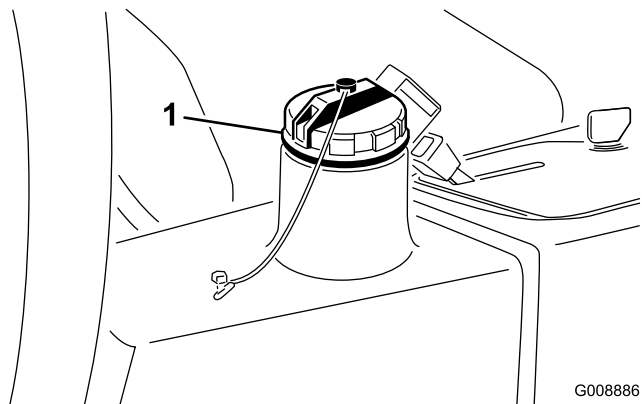

Figura 63
3. Riempite il serbatoio (Figura 63) con 22,7 litri circa di fluido idraulico; vedere Verifica dell'impianto idraulico.